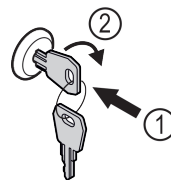

Fig. 127
- ▶ Вставьте ключ Fig. 127 (1).
- ▶ Поверните ключ на 90° по часовой стрелке Fig. 127 (2).